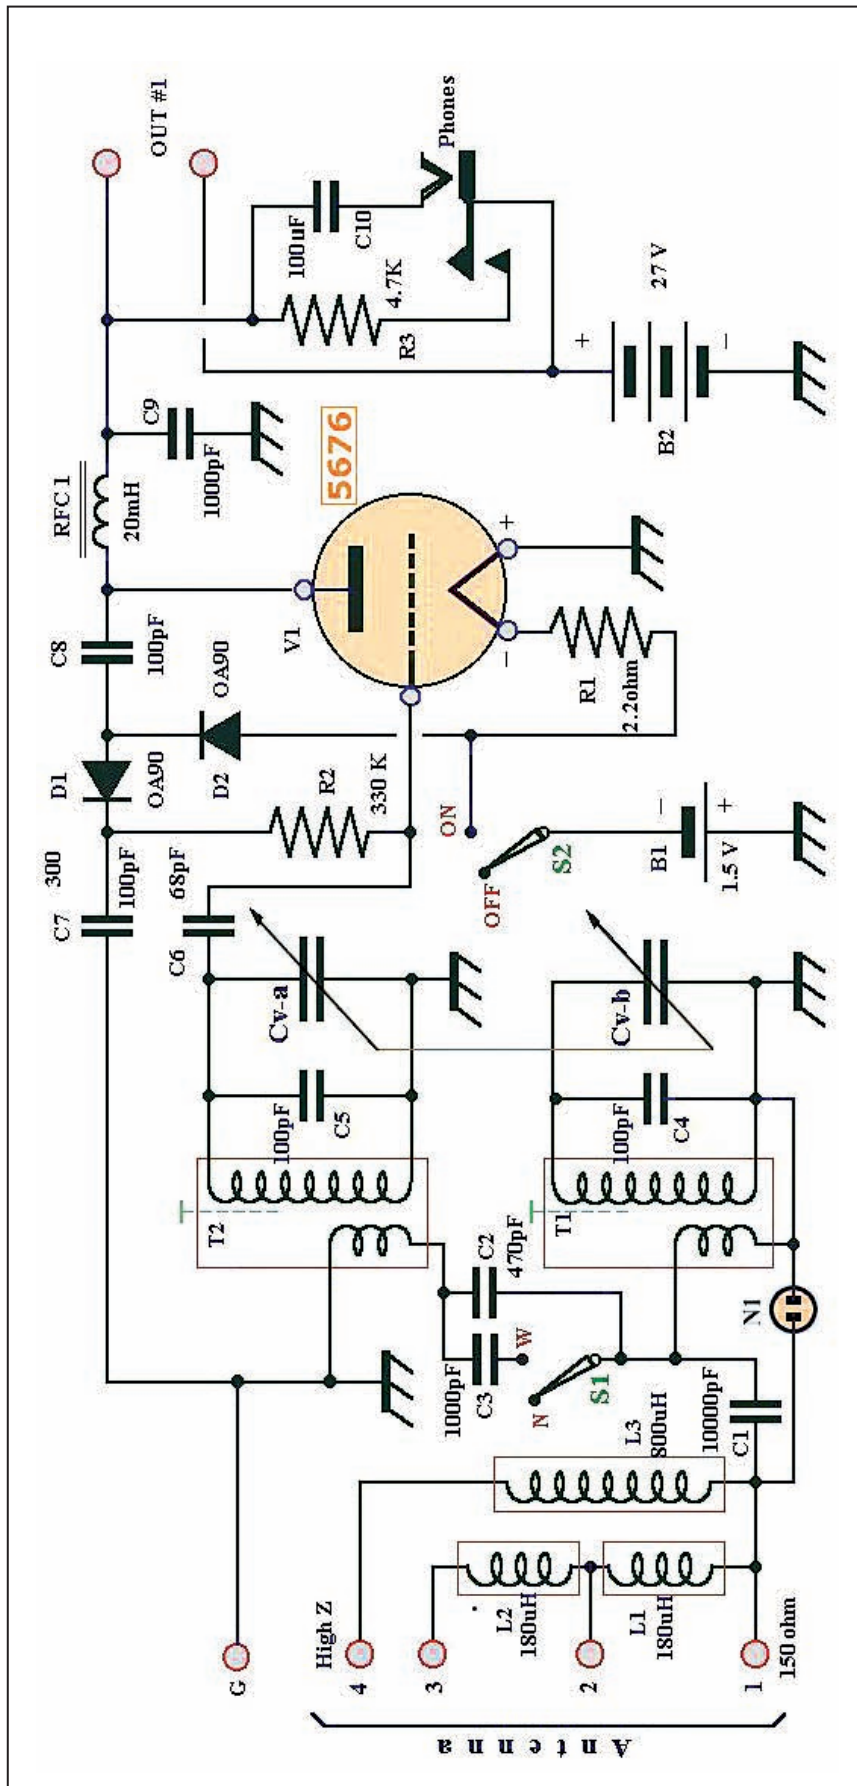

Fig. 10 - Circuito del ricevitore
Con riferimento al circuito del ricevitore **REFLEX** sviluppato riportato in Fig.10 le osservazioni principali sono le seguenti.
Con i valori indicati in Fig.10 abbiamo $f_c = 7kHz$. Questo è un valore ragionevole nella ricezione di segnali in Ampiezza Modulata: evidenti sono quindi i motivi per cui non è possibile diminuire il valore di **R2** o diminuire il valore di **C6** che si tradurrebbero in minore sensibilità o selettività del ricevitore.
tensione negativa applicata alla griglia. Nel nostro caso questa corrente ha un valore tipico di 20 nA che sale a 200... 300nA se la tensione anodica è ridotta a qualche volt. La corrente negativa di griglia, ai fini del comportamento del circuito, è paragonabile a quella erogata da un generatore ideale di corrente - ovvero con resistenza interna infinita - e con tensione massima ai suoi capi di qualche centinaio di millivolt. Nel circuito di Fig.10, se scollegiamo **R2** e poniamo un voltmetro ad alta impedenza ($> 10M\Omega$) tra la griglia ed il terminale negativo della batteria che alimenta il filamento abbiamo tipicamente una differenza di potenziale di 0,3V. Nel nostro caso la misura è stata eseguita con il voltmetro R&S tipo URV.
7) Osserviamo che la debole corrente di griglia fluisce nei diodi in senso diretto rispetto la polarità di conduzione. La caduta di tensione ai loro capi è pari a circa 10..15 millivolt. Se nel circuito di Fig.10 si invertono le polarità di entrambi i diodi la corrente negativa di griglia che scorre in **R2** non cambia. Ciò avviene perché i diodi a cristallo di germanio presentano una caratteristica che a piccolissime correnti, cioè con cadute di tensione di pochi millivolt ai capi della giunzione, hanno una conduttanza inversa paragonabile a quella diretta, ovvero hanno il comportamento di una resistenza. In queste condizioni anche la sensibilità del ricevitore rimane sostanzialmente uguale, non escludendo tuttavia che con diodi al Germanio diversi vi sia una modesta riduzione.
8) Importante osservazione verte la polarità dei diodi: questi possono essere connessi come indicato nello schema elettrico di Fig.10 oppure, entrambi, con polarità rovesciata. Quale è la differenza?